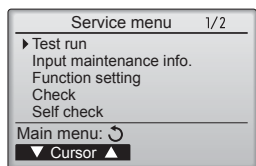

Fig. 7-3
- Selezionare "Test run" (Prova di funzionamento) con il pulsante o , quindi premere il pulsante . (Fig. 7-3)